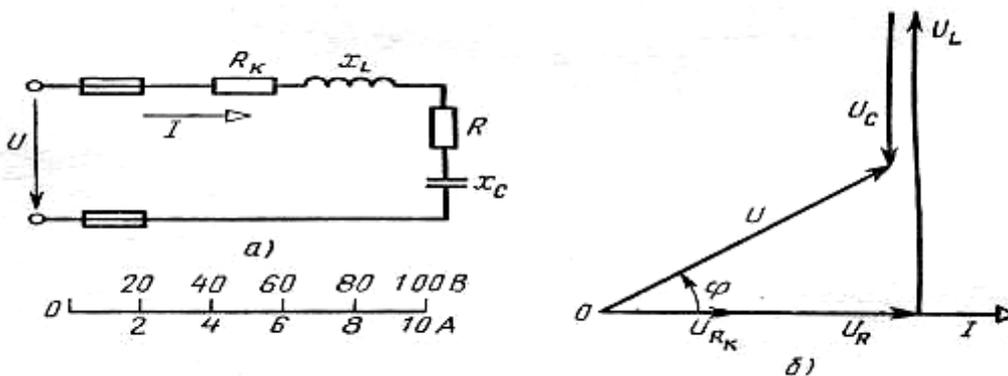

Рисунок 2.
**Пример 2.** Неразветвленная цепь переменного тока содержит катушку с активным сопротивлением  $R_k = 3\Omega$  и индуктивным  $x_L = 12\Omega$ , активное сопротивление  $R = 5\Omega$  и конденсатор с сопротивлением  $x_C = 6\Omega$  (рис. 2, а). К цепи приложено напряжение  $U = 100V$  (действующее значение). Определить: 1) полное сопротивление цепи; 2) ток; 3) коэффициент мощности; 4) активную, реактивную и полную мощности; 5) напряжение на каждом сопротивлении. Начертить в масштабе векторную диаграмму цепи.
Построение векторной диаграммы начинаем с выбора масштаба по току и напряжению. Задаем масштаб по току: в  $1\text{см} - 2,0A$  и масштаб по напряжению: в  $1\text{см} - 20V$ . Построение векторной диаграммы (рис. 2, б) начинаем с вектора тока, который